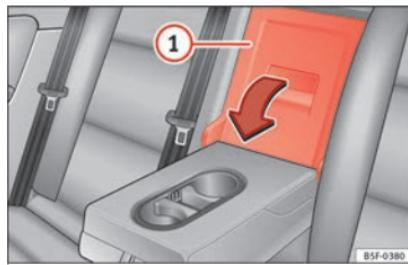

Fig. 175 Dans le dossier de la banquette arrière : ouverture de la trappe.
- Tirer sur le levier de déverrouillage dans le sens de la flèche et rabattez complètement le couvercle de la trappe de chargement »» **fig. 175** ① vers l'avant.